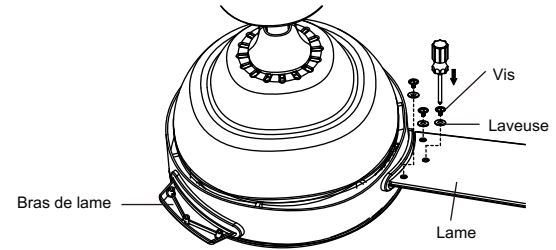

Fig. 20
Étape 1. Placez la lame au-dessus du bras de la lame avec des poteaux filetés montrant. Assurez-vous que le bord inférieur de la lame est entièrement assis contre le bras de la lame. À l'aide d'une vis, démarrez une vis et une lèveuse de lame dans le bras de la lame (ne serrez pas) et répétez pour les 2 vis et rondelles restantes. Resserez votre vis solidement en commençant par la vis centrale. Assurez-vous que la lame est droite. Répétez les étapes pour les lames restantes. (Fig. 20)